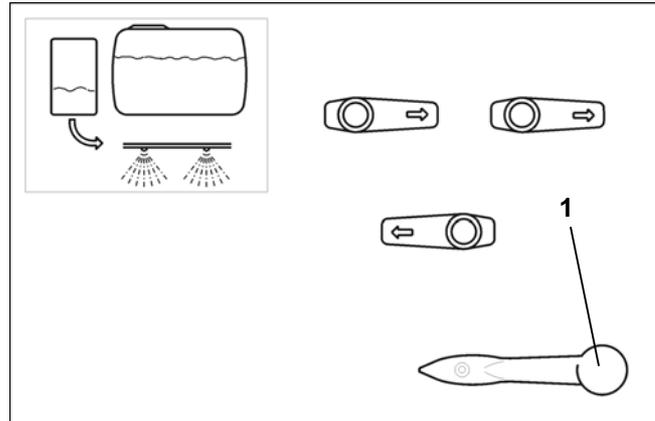

Fig. 7.24
- Umschalhahn (Fig. 7.24/1) auf Position „Spülen“.